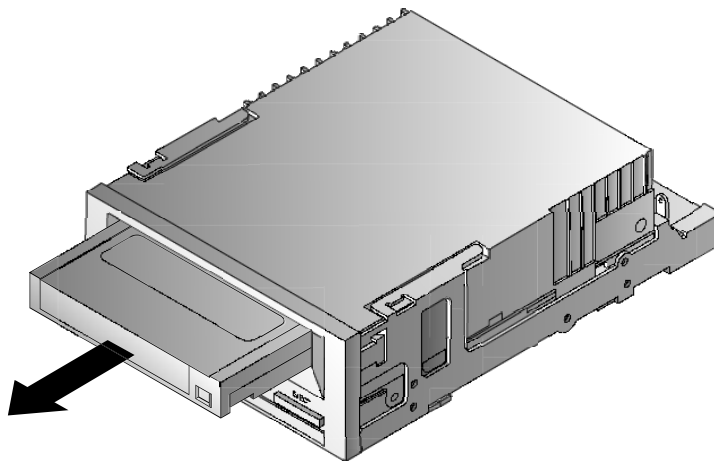

ABBILDUNG 14. Taste Eject (Auswurf) auf der Vorderseite des Laufwerkes
2. Drücken Sie die Taste Eject (Auswurf) auf der Vorderseite des Laufwerkes, um die Kassette zu entladen (siehe Abbildung 14 auf Seite 46). Das Laufwerk schreibt den Laufwerkpuffer automatisch auf das Band, spult die Kassette zurück, aktualisiert das Systemprotokoll und wirft die Kassette aus. Dies kann bis zu drei Minuten dauern. Schalten Sie während dieser Zeit nicht das Laufwerk oder den Host-Computer aus.